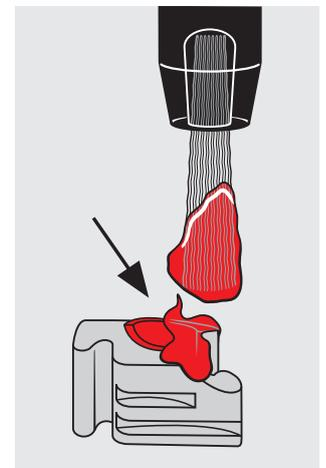

Fig. 2
4. Innenseite der Mini-SG® Tuning-Matrize (Fig. 2) mit Vaseline isolieren (Schutz vor eindringendem Kunststoff)
4. Innenseite der Mini-SG® Tuning-Matrize (Fig. 2) mit Vaseline isolieren (Schutz vor eindringendem Kunststoff).